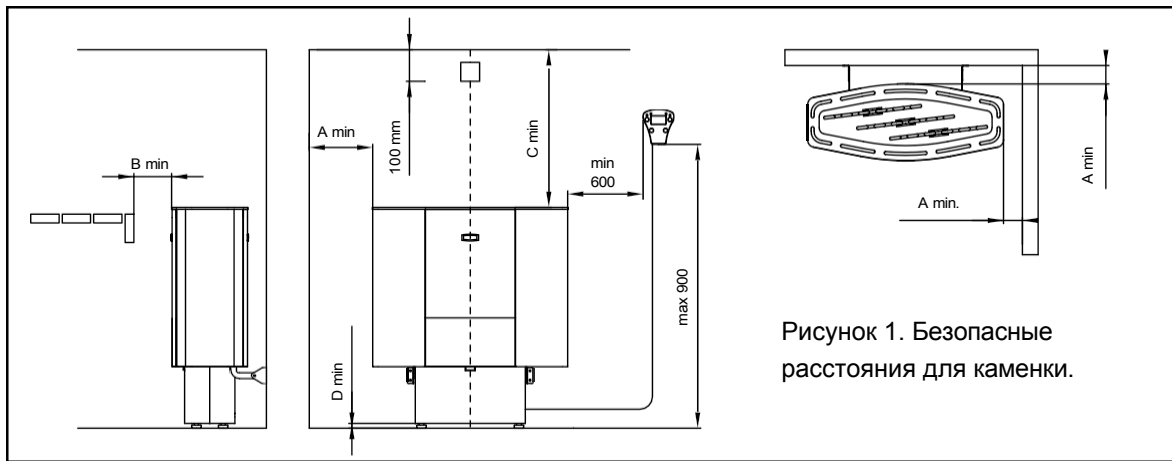

Рисунок 1. Безопасные расстояния для каменки.
\*\*) См. рис.1
- Установите датчик температуры над каменкой, на стене, на расстоянии 100 мм от потолка (см. рисунок 1)
- В сауне максимальная высота установки пульта управления - 90 см, а минимальная - 60 см на боку каменки (см. рисунок 1).